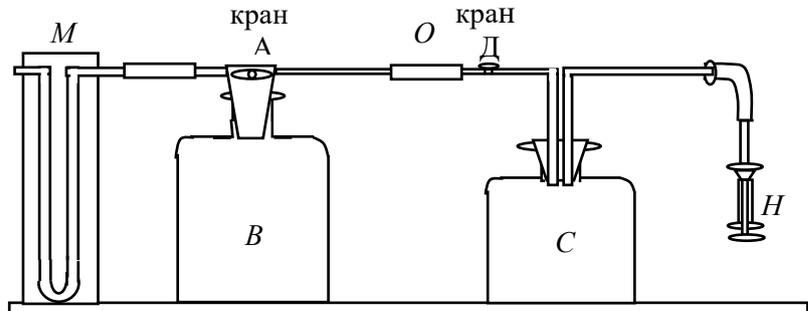

Рис. 1
2. Откройте кран A , соединяя баллон с атмосферой (см. рис. 1) на время $\tau = 2$ с. Спустя 2 с кран A закройте. При этом давление в баллоне станет равным атмосферному, а температура понизится. Подождите 1–3 мин, пока температура в баллоне не станет равной комнатной, отсчитайте показания манометра $l_1 - l_2 = h_{2\tau}$.